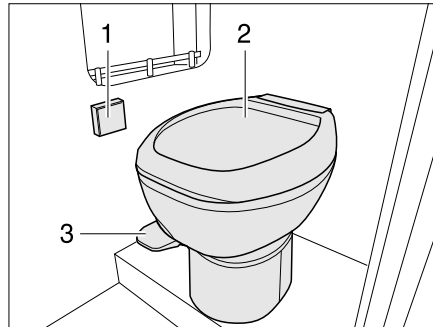
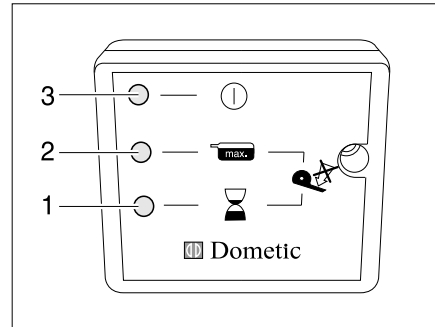

Bild 165 Vakuum-Toilette
Bild 166 Panel Vakuum-Toilette
- Die Stromversorgung einschalten. Auf dem Panel (Bild 165,1) leuchtet ca. 1 Minute lang die gelbe LED (Bild 166,1). Im System wird ein Vakuum erzeugt.
- Wenn die grüne LED (Bild 166,3) am Panel aufleuchtet, das Pedal (Bild 165,3) kurz anheben, damit etwas Wasser in die Toilettenschüssel (Bild 165,2) läuft und der Verschluss am Boden mit Wasser bedeckt ist.
- Das Pedal (Bild 165,3) für wenige Sekunden nach unten drücken.
- Das Pedal kurz anheben, damit etwas Wasser in die Toilettenschüssel (Bild 165,2) läuft und der Verschluss am Boden mit Wasser bedeckt ist.
Die rote LED (Bild 166,2) leuchtet, wenn die Kassette entleert werden muss oder entnommen wurde.